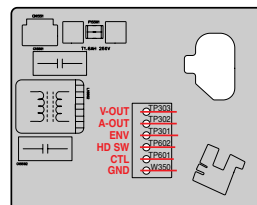

Fig. 24
- Oszilloskop am TP302 "A-OUT" anschließen (Fig. 24).
- Kanal A: Kopfschaltimpuls "HD SW" – TP602 (Fig. 24)
- Kanal B: FM-Pakete "ENV" – TP301 (Fig. 24)